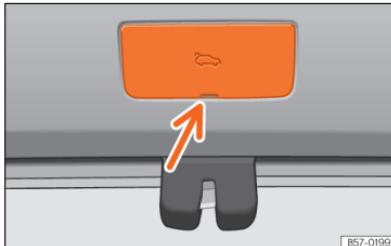

Fig. 63 Pormenor da bagageira: acesso à destrancagem de emergência.
- Retire a cobertura fazendo alavanca com o palhetão da chave »» Fig. 63.